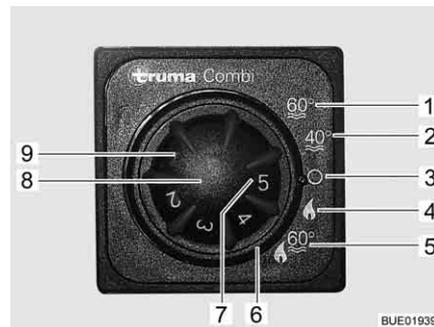

Fig. 54 Unidad de mando para la calefacción/caldera
- Ajustar el modo de funcionamiento con el interruptor giratorio (Fig. 54,6).
Según la temperatura ambiente deseada, la calefacción selecciona automáticamente la potencia de quemador necesaria. Cuando se alcanza la temperatura ambiente deseada se desconecta el quemador. En el modo de funcionamiento "calefacción y preparación de agua caliente" (Fig. 54,5), se calienta también el agua de la caldera. En el modo de funcionamiento "sólo calefacción" (Fig. 54,4), la calefacción puede funcionar estando la caldera vacía.
- Girar el botón giratorio de temperatura (Fig. 54,8) de la unidad de mando al nivel deseado.
- Ajustar el interruptor giratorio (Fig. 54,6) en modo de invierno "sólo calefacción" (Fig. 54,4) o en modo de invierno "calefacción y preparación de agua caliente" (Fig. 54,5).
La luz de control verde (Fig. 54,7) estará iluminada.
- Ajustar el interruptor giratorio (Fig. 54,6) en "O" (Fig. 54,3).